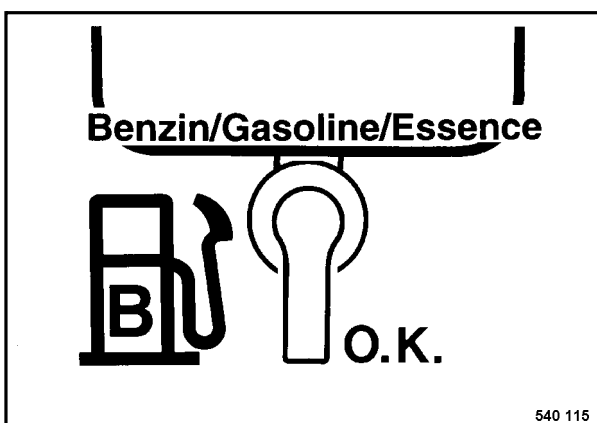

Fig. 1
- Abrir la llave de combustible (Fig. 1).